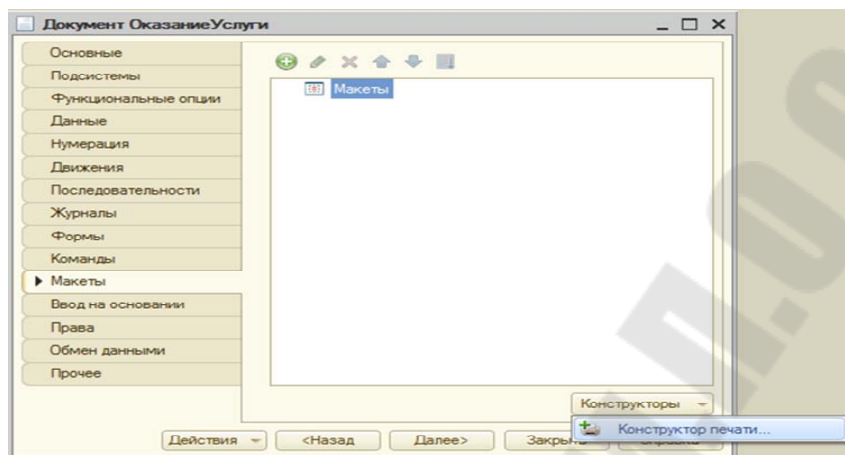

Рис. 3.7. Вкладка Макеты формы документа ОказаниеУслуг
**Шаг 1.** Создание печатной формы. Создадим печатную форму документа *ОказаниеУслуги*. Открываем в конфигураторе окно редактирования объекта *Документ ОказаниеУслуги*. Переходим на вкладку *Макеты* и запускаем *Конструктор печати* (рис. 3.7).